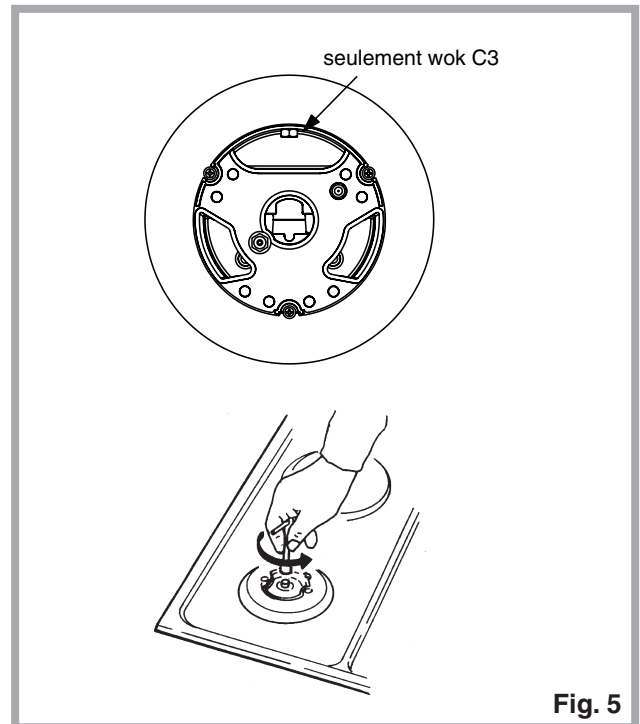

Fig. 5
### Adaptation à un différent type de gaz (Fig. 5)
- à la substitution des injecteurs (Fig. 5) avec ceux correspondants au type de gaz qu'il faut utiliser (voir tableau "Caractéristiques utilisateurs").